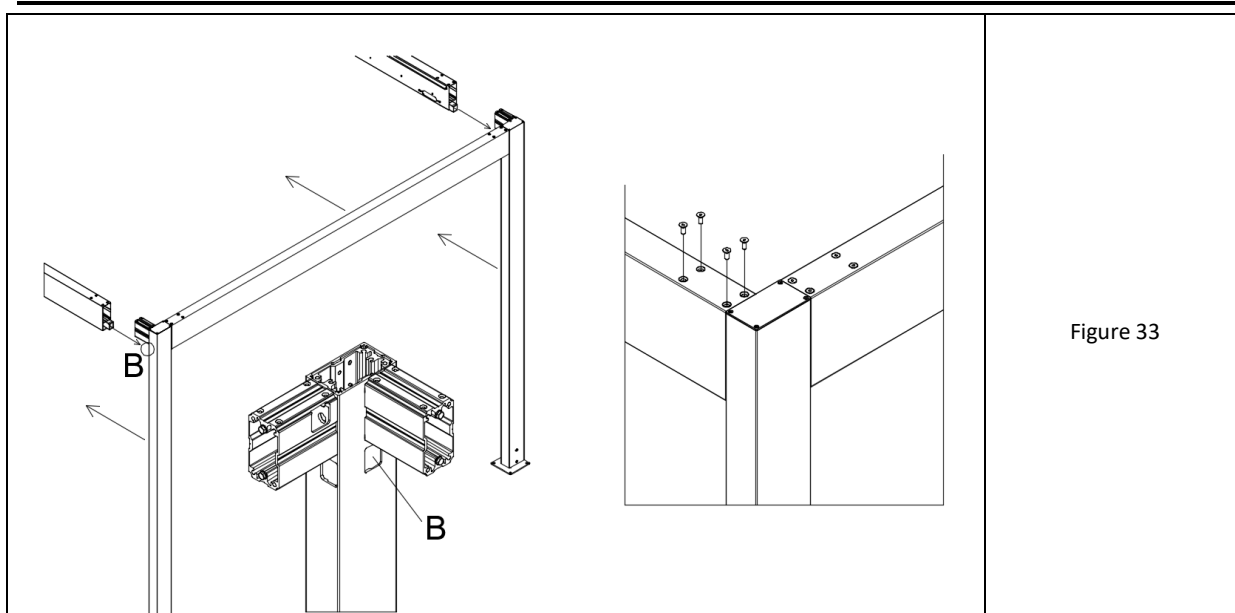

Figure 33
1. Le cadre doit être inséré dans les extrémités libres des poutres transversales soutenues. Les drains inférieurs des traverses pénètrent dans la fenêtre carrée (emplacement "B") du poteau (du côté le plus large) sous l'os. os du poteau dans la chambre supérieure de la poutre (figure 33).
2. Vissez les deux coins par le haut avec 4 vis à six pans creux M8x20 (fig. 33-droite).